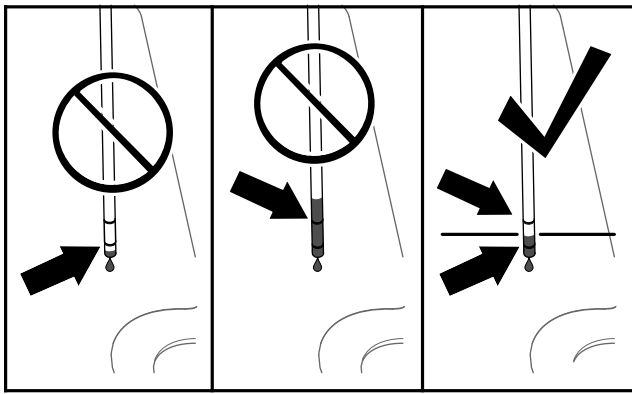

Figure 83
6. Ressortez la jauge et vérifiez le niveau de liquide (Figure 83).
- Si le niveau de liquide est en dessous du repère minimum sur la jauge, versez le liquide hydraulique spécifié dans le tube de remplissage (Figure 83) jusqu'à ce que le niveau se situe entre les 2 repères sur la jauge.
8. Versez le liquide hydraulique spécifié dans le tube de remplissage jusqu'à ce que le niveau se situe entre les 2 repères sur la jauge (Figure 83).